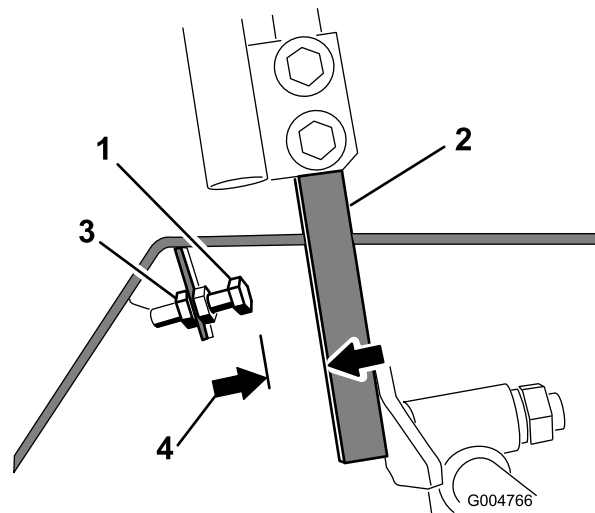

Рисунок 53
4. Ослабьте контргайку на упорном болте рычага управления (**Рисунок 53**).